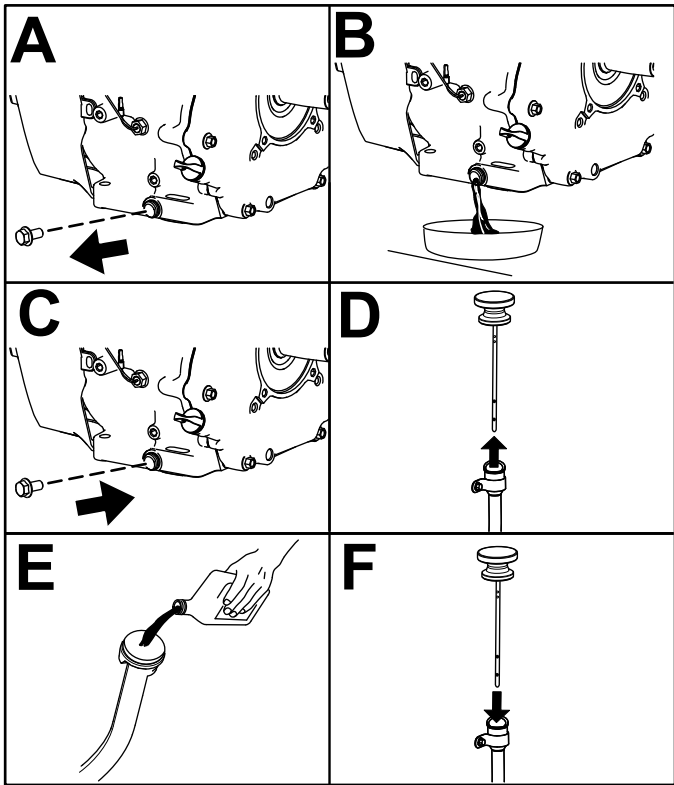

Figure 39
6. Vidangez l'huile moteur, comme montré à la Figure 39.